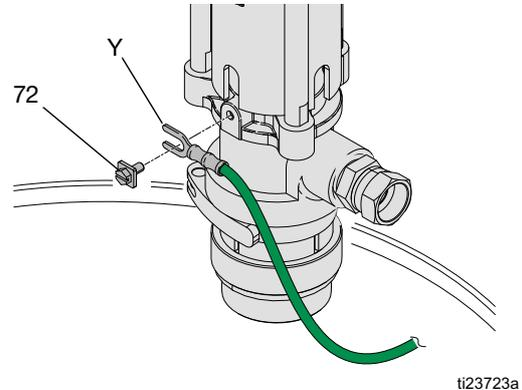

FIG. 9
Bomba: Ligue o fio de terra (Y) ao parafuso de ligação à terra (72) e aperte bem o parafuso. Consulte a FIG. 9. Ligar a outra extremidade do fio de ligação à terra a uma verdadeira ligação à terra. Certifique-se de que cumpre todos os Códigos Elétricos Nacionais, Estaduais e Locais.